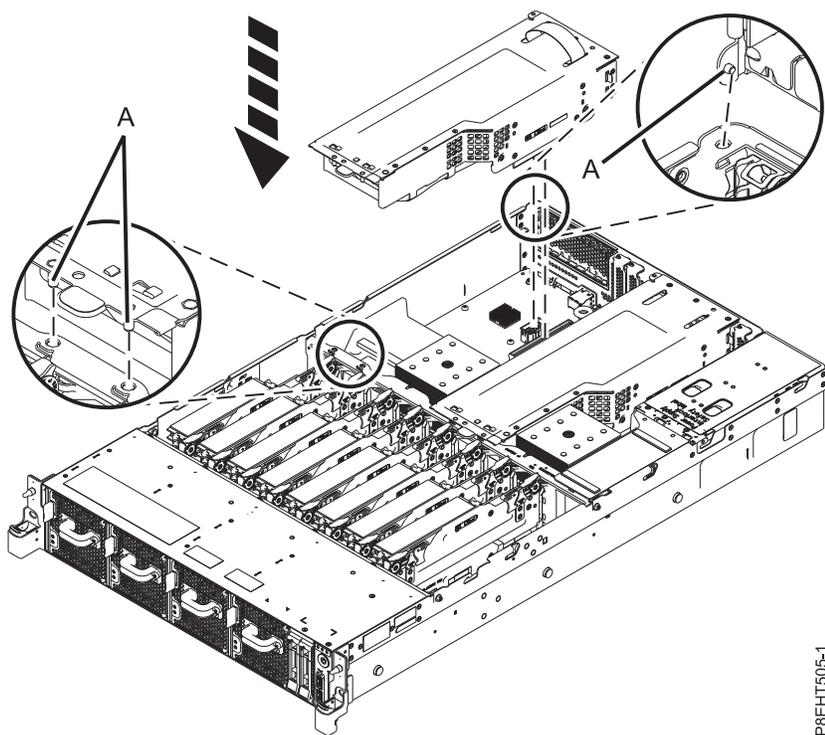

Figura 42. Instalación de la tarjeta de expansión PCIe
- Utilizando las 3 patillas de alineación (A), coloque la tarjeta de expansión PCIe en el sistema. Presiónela hacia abajo en su lugar hasta que quede bien fijada en el sistema. Consulte la Figura 42 en la página 40